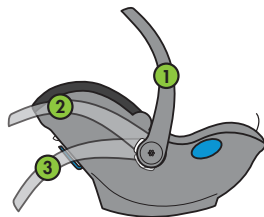

Figure 24
La poignée de transport a trois positions de réglage, illustrées à la **Figure 24** : Droite (1), rangement (2), au sol (3).